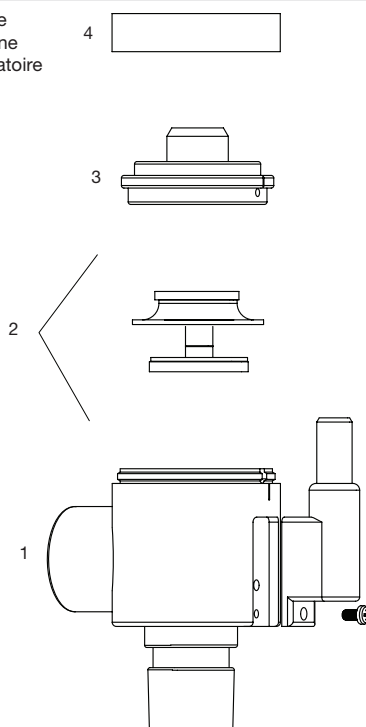

Figure 6-6 Ensemble valve expiratoire
4. Tout en tenant fermement le corps de la valve expiratoire, tournez l'anneau de blocage dans le sens antihoraire et ôtez-le. Voir la Figure 6-6.